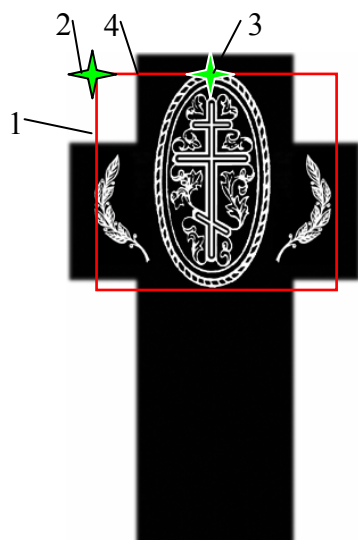

Рис. 3.1. Заготовка-крест.
Для работы на заготовках неправильной формы (Рис. 3.1) сделайте следующее:
* Найти начальную точку (левый верхний угол картинки – см. поз.2 Рис. 3.1). Начальная точка будет находиться в воздухе. Красным прямоугольником поз.1 отмечены границы картинки. Вывести иглу в начальную точку поз.2.